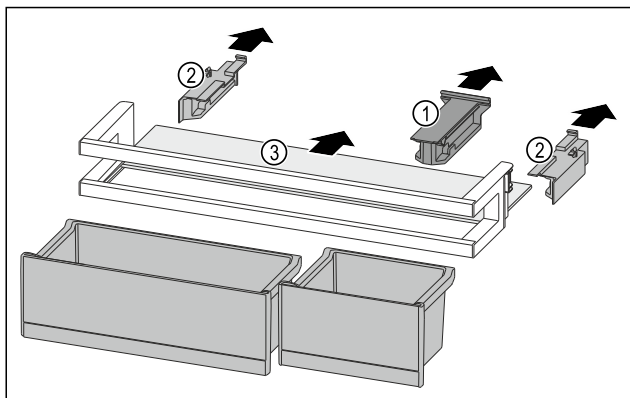

Fig. 269
- Skinite pridržni dio Fig. 269 (1).
- Skinite bočne dijelove Fig. 269 (2).
- Izvadite policu Fig. 269 (3).